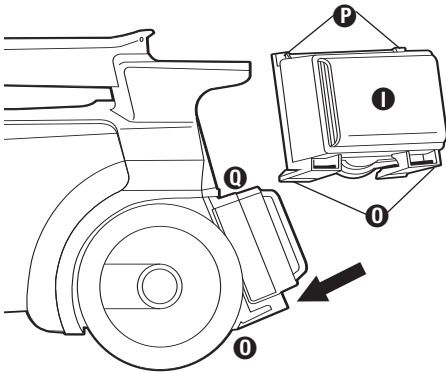

FIG. 14
Step 1: Insert upper filter corner tabs **3** firmly under rear housing tabs **2** (Fig. 14).
Step 2: Pivot filter **1** down until bottom clips **2** on filter click securely into place on the cleaner (Fig. 14).
Étape 1 : Introduisez fermement les onglets de coin supérieur du filtre ❶ sous les onglets arrière du carter ❶ (Fig. 14).
Étape 2 : Faites pivoter le filtre ❶ vers le bas jusqu'à ce que les crochets ❶ s'enclenchent fermement en place sur l'aspirateur (Fig. 14).
Paso 1: Inserte los esquineros superiores del filtro ❶ firmemente debajo de las lengüetas traseras del alojamiento ❶ (Fig. 14).
Paso 2: Haga pivotar el filtro ❶ hacia abajo hasta que las presillas inferiores ❶ del mismo calcen firmemente con un clic en su sitio en la aspiradora (Fig. 14).